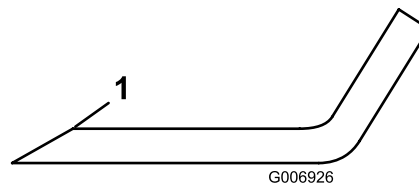

Figure 65
5. Examinez les tranchants de toutes les lames. aiguiser-les s'ils sont émoussés ou ébréchés. N'aiguiser que le haut du tranchant et conservez l'angle de coupe d'origine pour obtenir une coupe nette (Figure 65).
6. Si elles sont émoussées ou ébréchées, n'affûtez que le haut du tranchant et conservez l'angle de coupe d'origine (Figure 65).